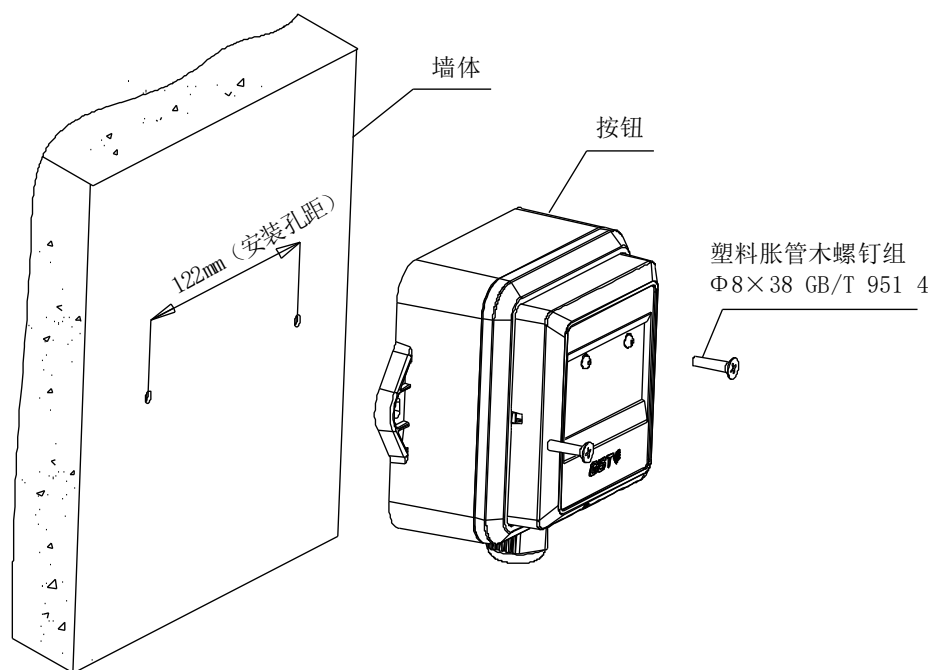

图 2 安装示意图
2. 安装时只需将报警按钮直接安装，安装孔距为 122mm。安装示意图如图 2 所示。